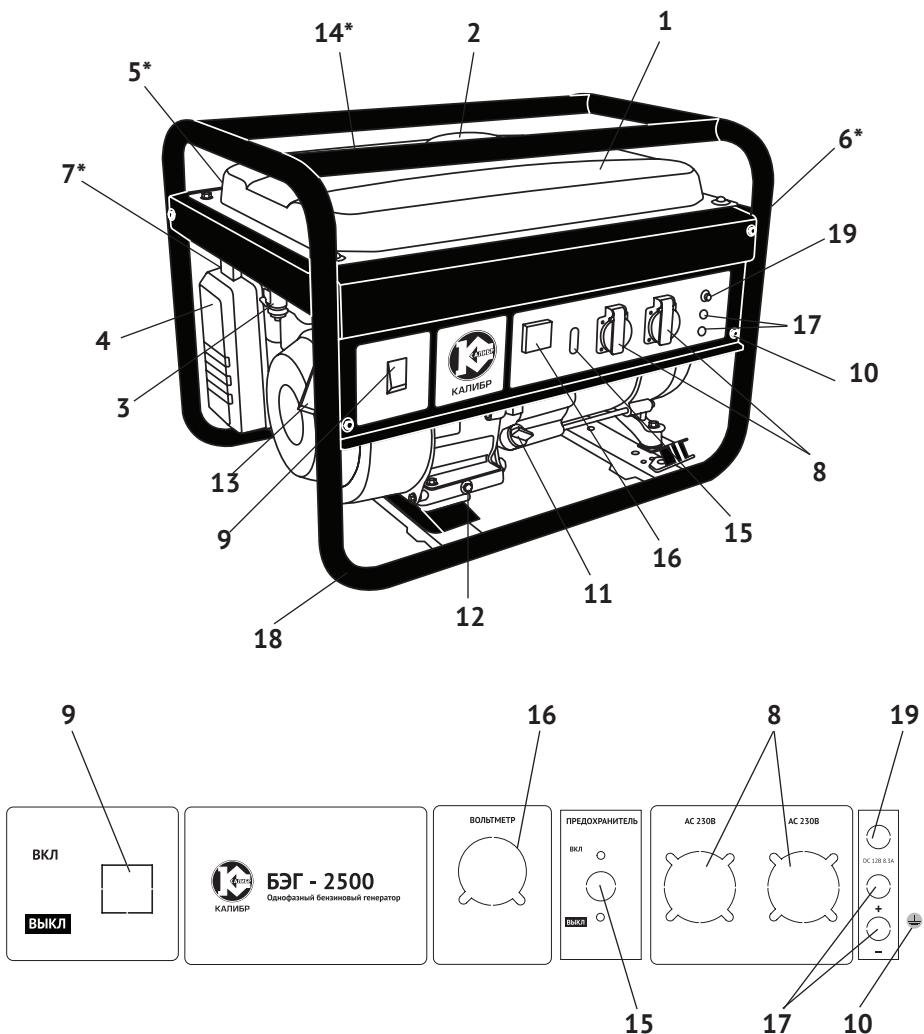

рис. 1
Коленчатый вал, приводимый во вращение возвратно-поступательными движениями поршня двигателя, передаёт крутящий момент на вал якоря генератора. Передача осуществляется через коническое соединение ротора генератора и вала двигателя. При этом образуется самоцентрирующаяся трёхпорная схема соединения. С обмоток статора генератора напряжение подводится: через систему стабилизации на розетки переменного тока (рис.1 поз.8); через выпрямительный блок на розетку постоянного тока (рис.1 поз.17).
3.4 Двигатель и генератор закреплены на трубчатой раме (рис.1 поз.18) через амортизаторы, что снижает вибрацию аппарата и уменьшает уровень шума при работе. Все элементы бензогенератора имеют удобный доступ для обслуживания и ремонта.
Электрическая сеть подключения потребителей относится к системе с изолированной нейтралью, предусматривающей защитное заземление открытых токопроводящих частей корпуса. В зависимости от местных условий (состав грунта, его влажность и т.п.) изменяется качество заземления. Во всех случаях защитное заземление должно иметь сопротивление не более 4-х Ом. Во время работы бензогенератора его клемма заземления (рис.1 поз.10) должна быть подсоединенена к заземлителю. Практически это требование может быть реализовано следующими способами:
Выкрутите пробку-щуп из маслозаливной горловины (рис.1 поз.11) и залейте в картер масло необходимой марки до нижнего края горловины. Вставьте сухой чистый щуп в горловину картера и выньте его. Проверьте уровень масла: граница смоченной области щупа должна располагаться между отметками минимального и максимального уровней.
- перевести выключатель зажигания (рис.1 поз.9) в положение «ВКЛ.»;
- открыть топливный кран (рис.1 поз.3);
- перевести рычаг управления воздушной заслонкой (рис.1 поз.7) в крайнее левое положение «закрыто» при пуске холодного двигателя (для прогретого двигателя рычаг - в промежуточном положении);
- медленно потянуть рукоятку стартёра (рис.1 поз.13) до появления сопротивления. Затем резким движением вытянуть трос до конца, повторить действие ещё раз, если двигатель не завёлся;
После прогрева двигателя в течение 10-40 секунд (в зависимости от начальной температуры), перевести рычаг воздушной заслонки (рис.1 поз.7) в крайнее правое положение «открыто».
- перевести выключатель зажигания (рис.1 поз.9) в положение «ВЫКЛ.»;
- закрыть топливный кран (рис.1 поз.3).
- наличие и величина напряжения переменного тока измеряется вольтметром (рис.1 поз.16);
При перегрузке может сработать защита генератора. Проверьте суммарную мощность подключённого оборудования. Отключите лишнее. Включите автомат защиты (рис.1 поз.15) - положение «ВКЛ.» (вверх).